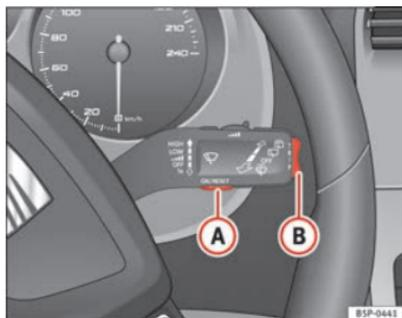
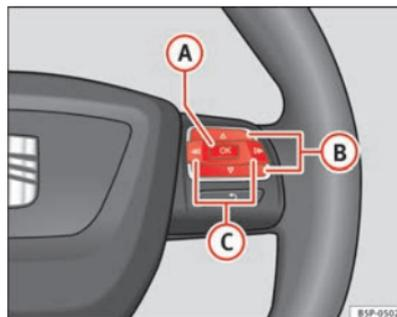

Fig. 45 Palanca del limpiacristales: tecla A para confirmar opciones del menú y tecla basculante B para cambiar de menú
Fig. 46 Mandos en volante: tecla A para confirmar opciones del menú y teclas B para cambiar de menú
⇒ **página 70, fig. 46** hasta que lo visualice en la pantalla. Ya está dentro de este menú.
- Para cambiar de una memoria a otra, pulse brevemente la tecla **[A]** ⇒ página 70, fig. 45 ⇒ página 70 de la palanca del limpiacristales o la tecla **[OK]** del volante multifunción ⇒ página 70, fig. 46 ⇒ página 70 con el encendido conectado. ▶
En el indicador multifunción puede consultar los siguientes datos accionando la tecla basculante **(B)** ⇒ página 70, fig. 45 ⇒ página 70 de la palanca del limpiacristales o pulsando la tecla **(Δ)** o **(▽)** ⇒ página 70, fig. 46 del volante multifunción*.